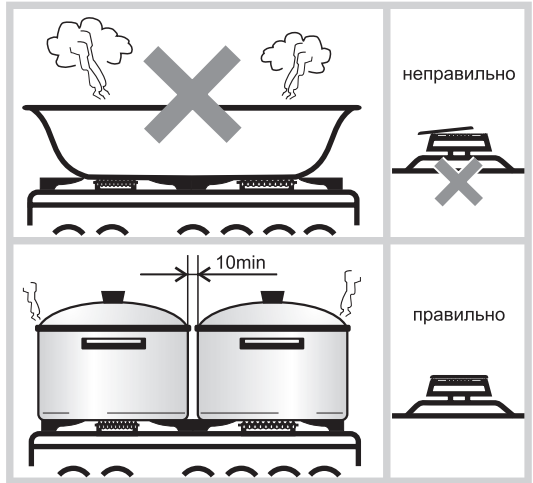

Рис.13
- Размеры посуды (см. таблицу 5 и рис.13) и режим работы горелок нужно выбирать таким образом, чтобы пламя не вышло за края и не «лизало» боковые стенки.